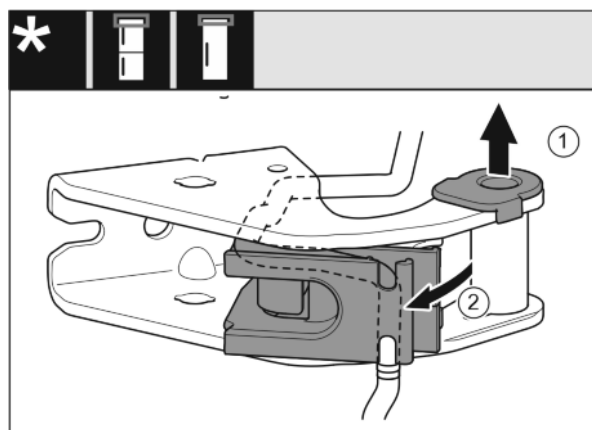

Fig. 21
- ▶ Lagerbuchse aus Führung ziehen. Fig. 21 (1)
- ▶ Kabelhalterung ausschwenken. Fig. 21 (2)